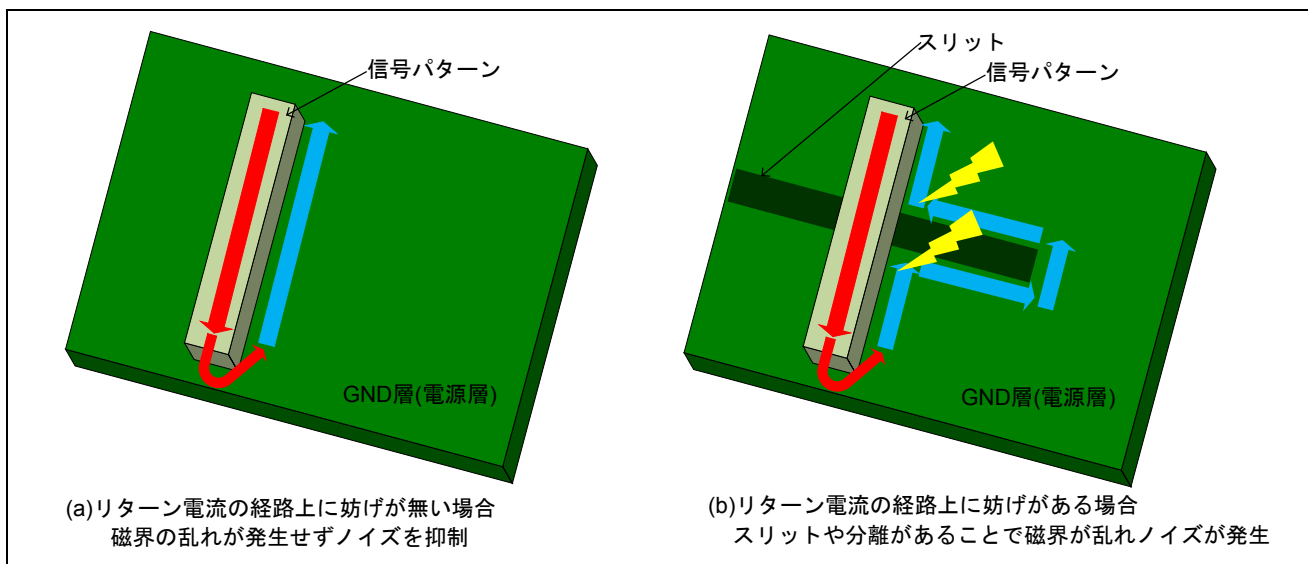

図 6 リターン電流(GND 層の対応)
12. リターン電流の経路上の GND 層(電源層)には、GND(電源)スリットや GND(電源)分離が発生しないように設計します。(図 6 参照)